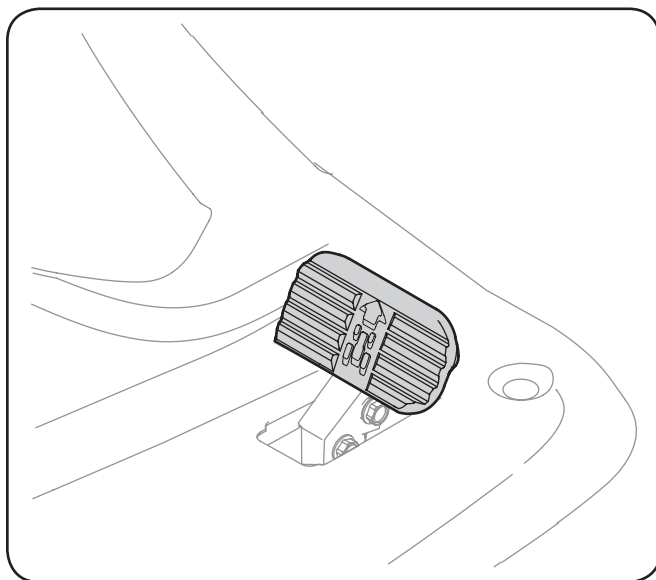

Figure 5-1
2. Pour vous déplacer en marche avant, appuyez doucement sur la pédale de marche avant jusqu'à ce que vous atteigniez la vitesse désirée. Voir Figure 5-1.